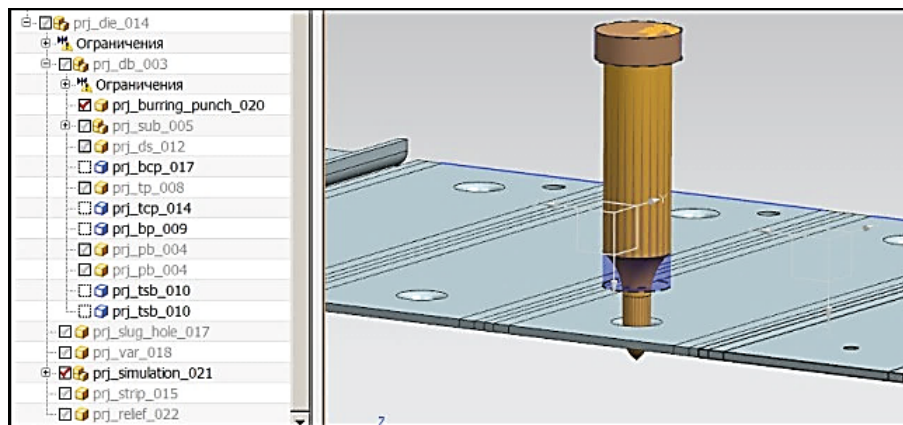

Рис. 10.20. Стандартный пуансон для отбортовки
- Установите настройки зазора между инструментом и плитами. Нажмите все кнопки установки зазора и задайте значение зазора: плита пуансонов (**PP**) 0,0250 мм, нижняя плита (**BP**) 0,1000 мм, плита съемника (**SP**) 0,050 мм. Нажмите кнопку **ОК**. Созданный пуансон представлен на рис. 10.20.